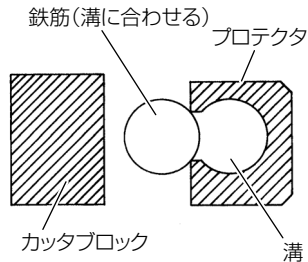

図 6
- 鉄筋はプロテクタの溝に合わせて切断してください。(図6)